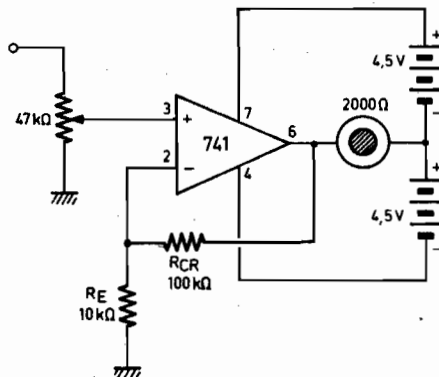

Fig. 11. - Amplificateur pour écouteur.
Le schéma de la figure 11 indique le montage d'un ampli opérationnel (741) utilisé en amplificateur BF pour écouteur de 2 000 Ω .